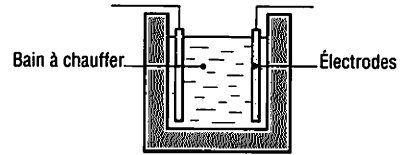

Fig. 4 : Chauffage de l'eau par conduction.
- chauffage de l'eau par conduction (fig. 4).